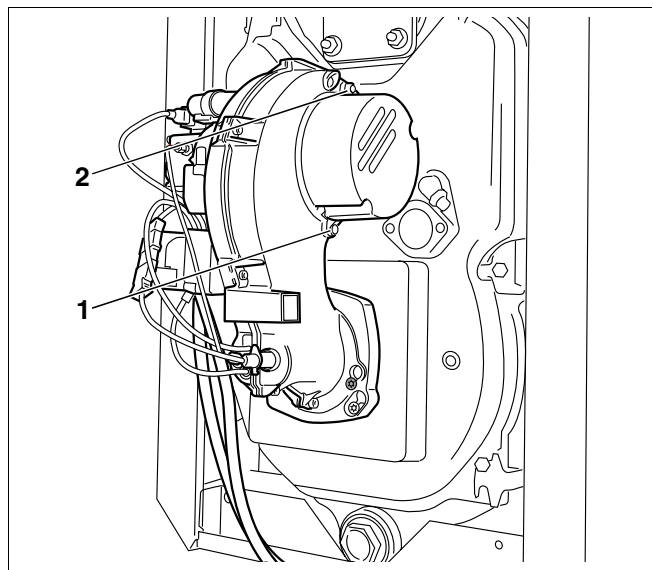

Fig. 23 Testarea optică a rotorului de suflantă
- Se slăbesc cele două șuruburi cu cap hexagonal înecat SW 5 (Fig. 23, **Poz. 1** și **2**).